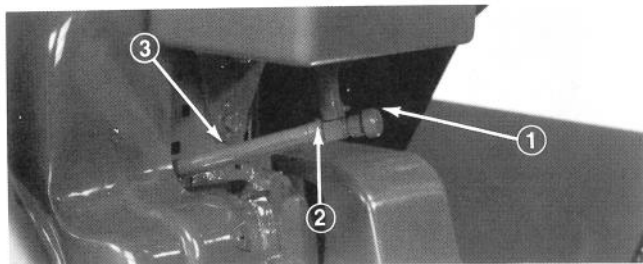

Abb. 27
1. Benzinhahn unten am Motor schliessen (Abb. 27).
3. Die Klammer, welche die Benzinleitung auf dem Hahn festhält, lösen und die Leitung vom Hahn heruntergleiten (Abb. 27).